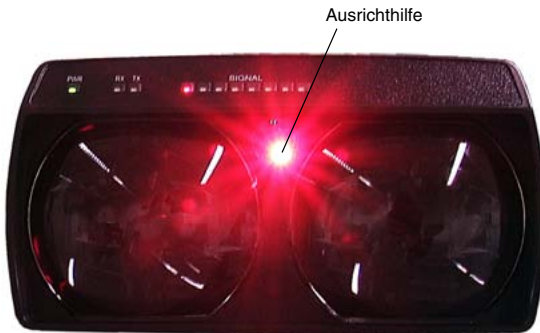

Abbildung 6.3 Ausrichthilfe
- Bei ca. 20 m die Justageschraube für die Y-Richtung soweit verdrehen bis die Ausricht-LED (siehe Abbildung 6.3) der gegenüberliegenden Seite langsam blinkt. Danach in der entgegengesetzten Richtung zurückdrehen und dabei die Umdrehungen zählen (während die Ausricht-LED aus bleibt) bis die Ausricht-LED erneut blinkt. Schließlich die Justageschraube um die halbe Anzahl der Umdrehungen (die Mitte) zurück drehen. Entsprechendes mit der X-Richtung durchführen.